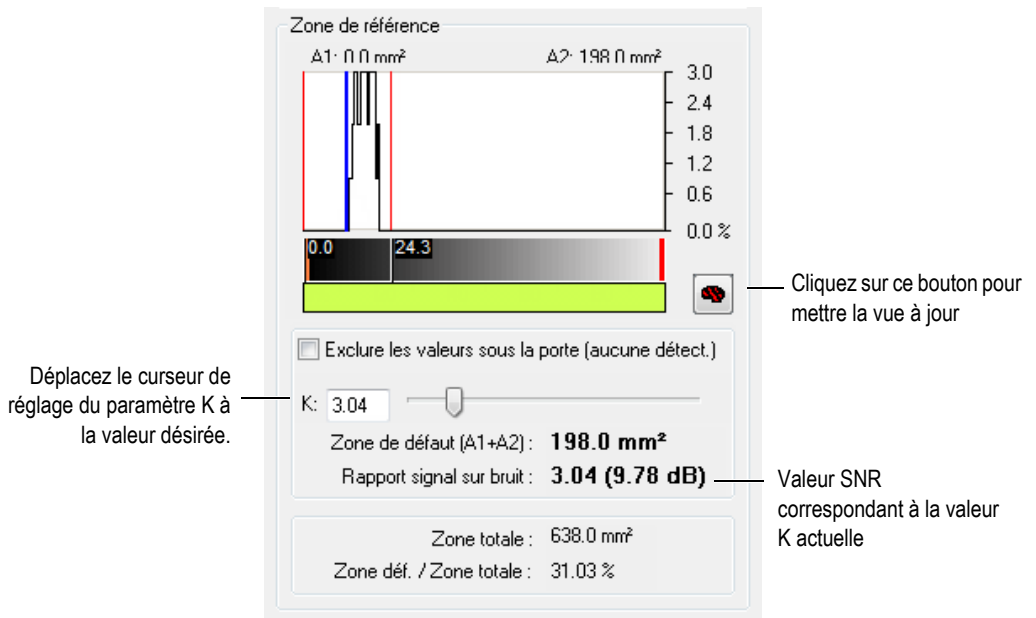

Figure 7-32 Réglage de la valeur K
6. Dans la boîte de dialogue **Utilitaire d'analyse SNR** (voir la Figure 7-32 à la page 389), la valeur SNR est directement reliée à la valeur définie par le curseur de réglage du paramètre **K**.